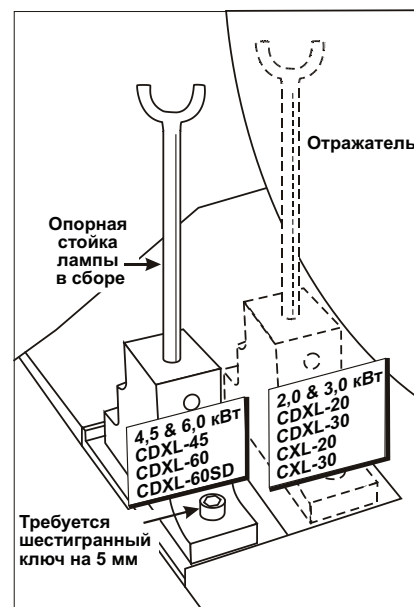

Рис. 2-13 Расположение опорной стойки лампы
2. Установите опорную стойку лампы в соответствии с типом лампы. Проверьте соответствие положения опорной стойки лампы типу лампы, которая будет установлена в проекторе. Табл. 2.2 содержит список типов ламп, совместимых с проектором CP2230, с указанием положения опорной стойки. (Рис. 2-13)